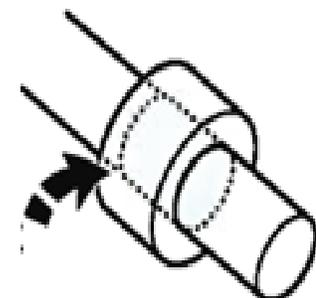

Figura 2
- 3) El área de resistencia (véase la figura 2) varía en función del trabajo. Para los extractores manuales, se recomienda que el tornillo del extractor tenga un diámetro igual a la mitad del diámetro del eje. Para los extractores hidráulicos, se recomienda un tonelaje que sea aproximadamente de 8 a 10 veces el diámetro del eje. Por ejemplo: